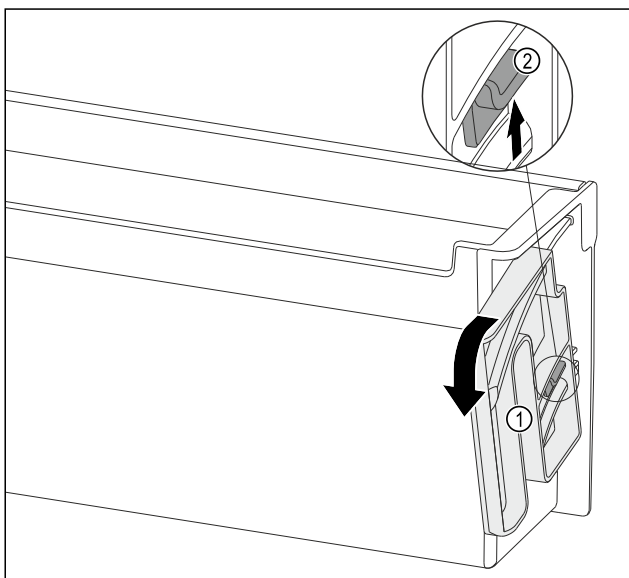

Fig. 115
- Завъртете завъртащото устройство Fig. 115 (1) в показаната посока докрай.
- Натиснете езичето Fig. 115 (2) нагоре и свалете завъртащото устройство Fig. 115 (1).